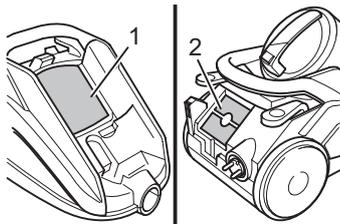

Abb. 26
■ Motorschutzfilter (Abb. 26/1)
■ Hygiene-Ausblasfilter (Abb. 26/2)